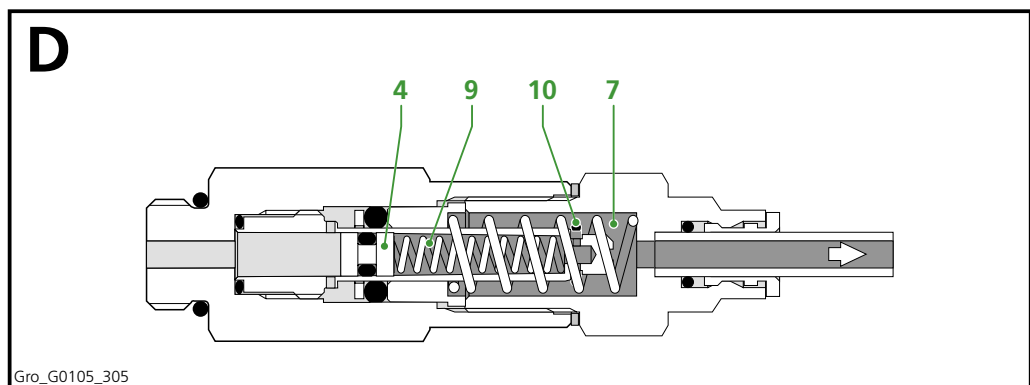

Abbildung 3.6 Phase D, Dosierer in Phase D
Bei dem folgenden Schmierzyklus geschieht das Gleiche wie in Phase B. Die Kammer (9) ist jedoch jetzt mit Fett gefüllt (Abbildung 3.6). Wird der Kolben (4) hineingedrückt, wird das Fett aus Kammer (9) durch Kammer (7) und die Fettleitung zur Schmierstelle gedrückt. Der O-Ring (10) wird dabei nach außen gedrückt, sodass das Fett aus Kammer (9) heraus kann.